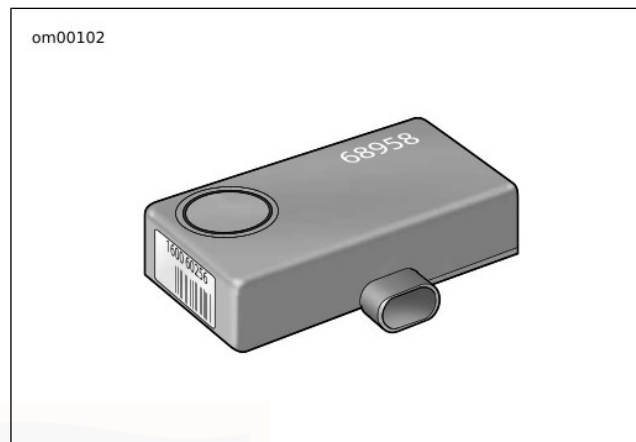

Figure 20. Smart Siren (en option)
- Voir la Figure 20. Activer la sirène optionnelle.